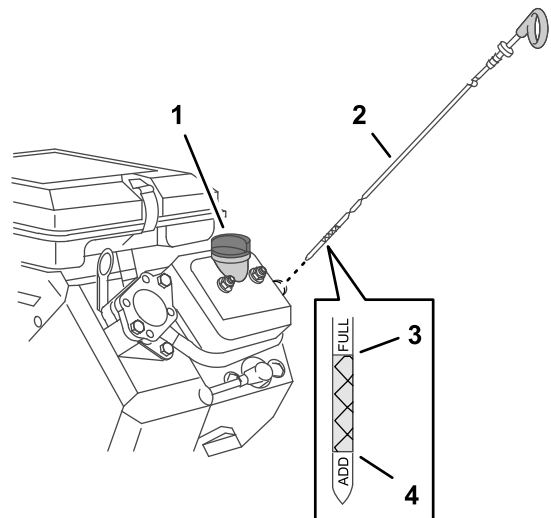

Figura 76
3. Introduzca la varilla en el cuello de llenado y apriete la varilla (Figura 76).
4. Retire la varilla del cuello de llenado y observe el nivel de aceite en la varilla (Figura 76).
Nota: El nivel del aceite del motor debe cubrir la zona sombreada de la varilla (Figura 76).
5. Si el nivel de aceite es bajo, añada aceite del tipo especificado al motor hasta que el nivel del aceite quede entre las zonas sombreadas de la varilla (Figura 76).
6. Introduzca la varilla en el cuello de llenado y apriete la varilla a mano (Figura 76).